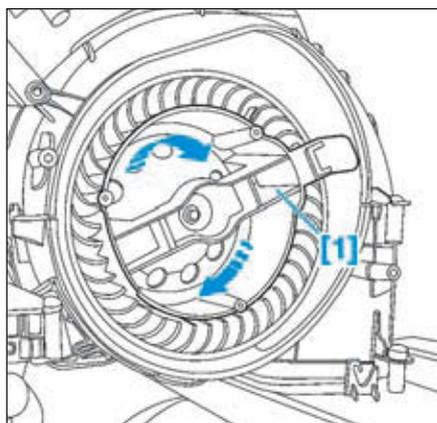

FIG.47
- Présenter l'outil [1] et le tourner légèrement de gauche à droite pour que les trois tiges de l'outil coïncident avec les trois trous de la turbine (Fig.47).